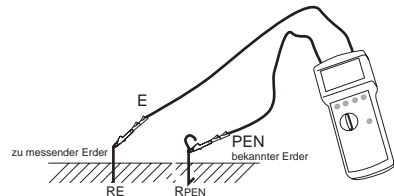

Bild 3: Messprinzip, zweipolige Messung:
- ▶ Zum messenden Erder mit der Buchse (E) und bekannter Erder mit der Buchse (H) verbinden siehe auch Bild 3.
- ▶ Drehen Sie den Messartwahlschalter (13) in Stellung "2 pol".
- ▶ Stellen Sie die gewünschte Berührungsspannung mit der Taste "UL" (11) ein.
- ▶ Falls gewünscht stellen Sie die manuelle Frequenzwahl mit der Taste "auto/man" (16) und die Messfrequenz mit der Taste "f1/f2" (12) ein.
- ▶ Taste "Start" (14) drücken.